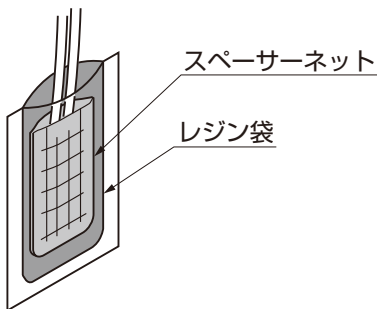

図4-4
- ⑤混合したレジン袋の封を切り、スペーサーネットが見えなくなるまで入れてください。(図4-4参照)